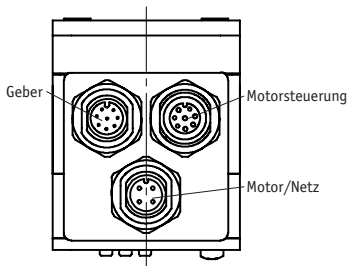

Abb. 4: Motorsteuerung PWM
Durch öffnen der Kreuzschlitzschrauben (5) (siehe Abb. 4+5) gelangt man zu den stufenlos einstellbaren Trimpmpotentiometern.